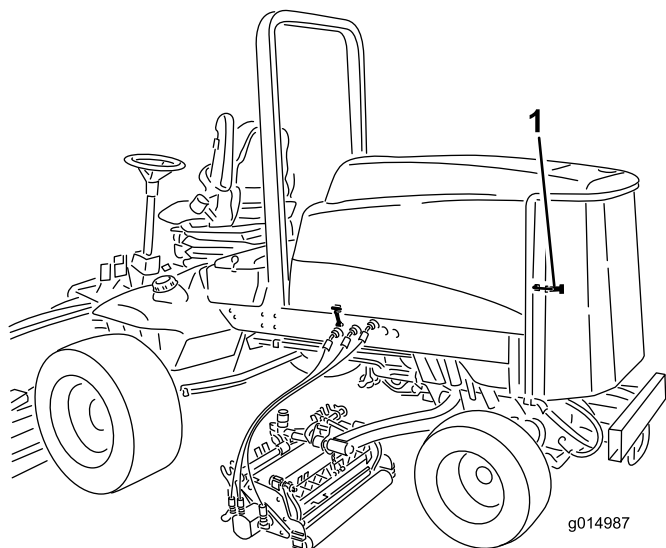

Figura 74
1. Desenganche y abra la rejilla trasera (Figura 74). Limpie a fondo cualquier residuo de la rejilla.